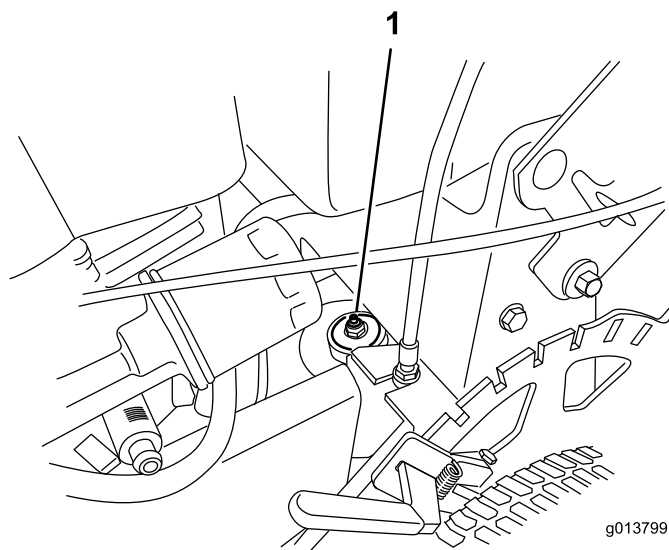

Figura 20
1. Conecte una pistola de engrasar al punto de engrase desde debajo del depósito de combustible (Figura 20).